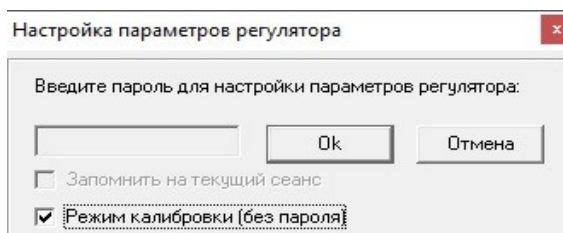

Рисунок 11 – Выбор режима калибровки
3.3.5 Для входа в режим калибровки необходимо выбрать пункт "Режим калибровки (без пароля)" и нажать кнопку "Ок" (рисунок 11), после чего откроется окно "Калибровка".